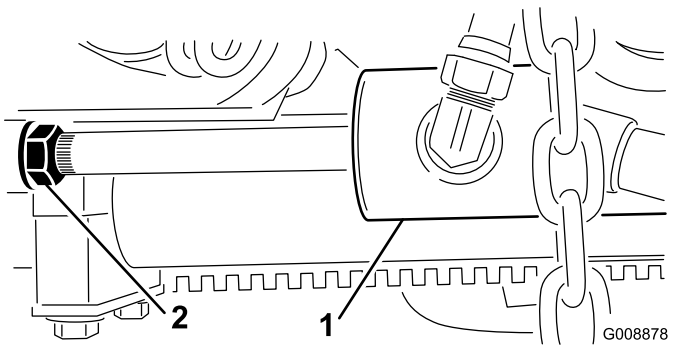

Bild 29
2. Lösen Sie die Kontermuttern an der Zylinderstange (Bild 29).